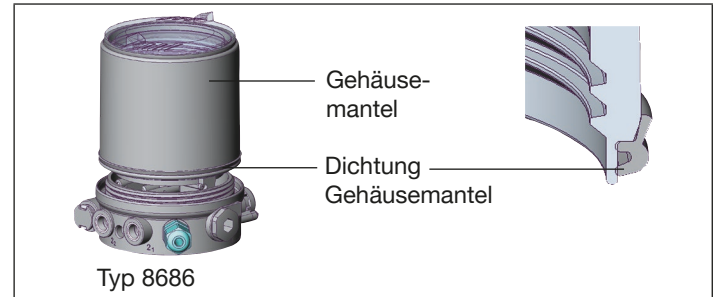

Abb. 24: Position Dichtung Klarsichthaube / Gehäusemantel
- Die korrekte Position der Dichtung im Gehäusemantel prüfen (siehe „Abb. 24“).